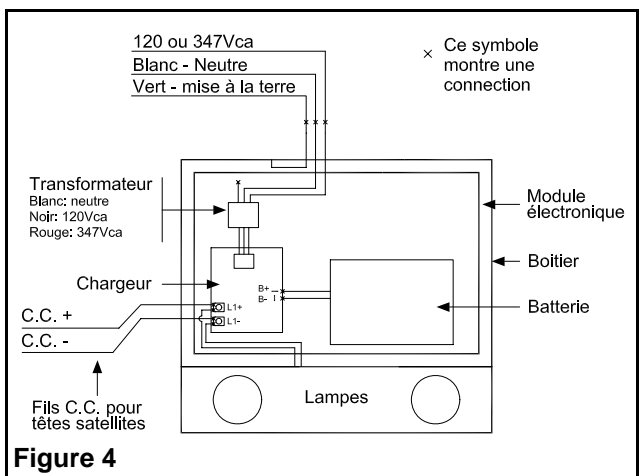

Figure 4
- a. Retirer le couvercle de l'unité (3). Débrancher les lampes des terminaux (voir Fig 4) et enlever les vis du module électronique (8) et retirer le module électronique (3).
### Modèles auto-diagnostic (se référer à la figure 4):